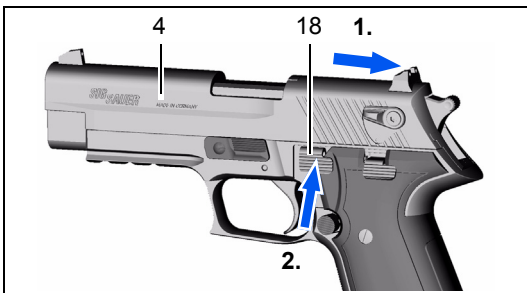

Abb. 13
3. Verschluss **4** bis zum Anschlag nach hinten ziehen und durch Hochdrücken des Verschlussfanghebels **18** den Verschluss in geöffneten Stellung festhalten (siehe Abb. 13).